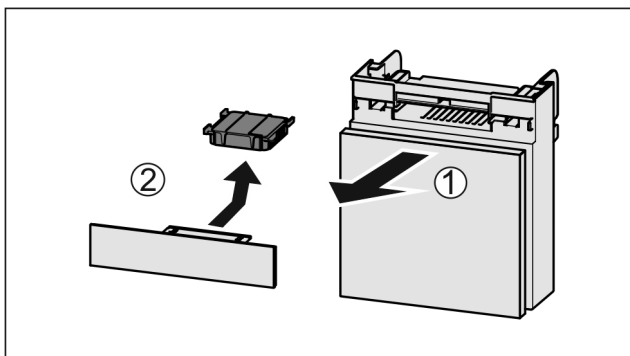

Fig. 181
- ▶ Zásuvku vytáhněte dopředu Fig. 181 (1).
- ▶ Filtr s aktivním uhlím vyjměte Fig. 181 (2).